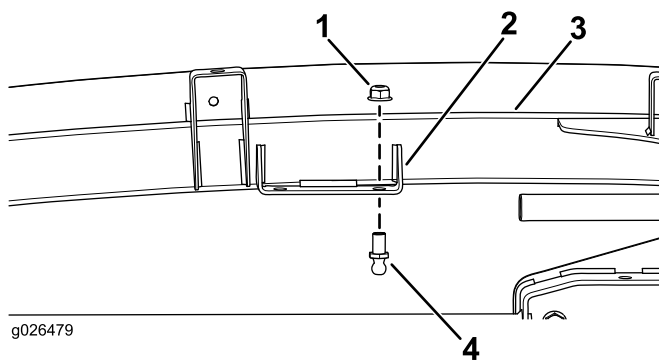

Figura 1
1. Insira o perno de cabeça esférica através do furo traseiro no suporte da estrutura da cabina e instale a porca de bloqueio (5/16 pol.) no perno de cabeça esférica (Figura 1).